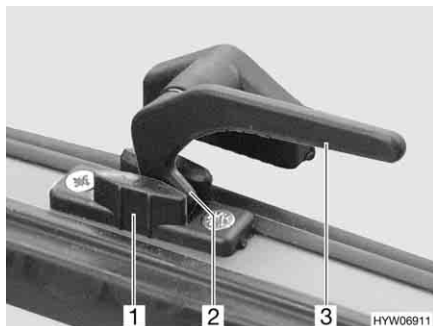

Fig. 57 Leva di serraggio in posizione "Aerazione continua"
- In posizione di "Aerazione continua" (Fig. 57)
- Ruotare la leva di serraggio (Fig. 57,3) di un quarto di giro verso il centro della finestra.
- Girare nuovamente all'indietro la leva di serraggio. Riportare contemporaneamente il nasello di chiusura (Fig. 57,2) nella rientranza della chiusura della finestra (Fig. 57,1).